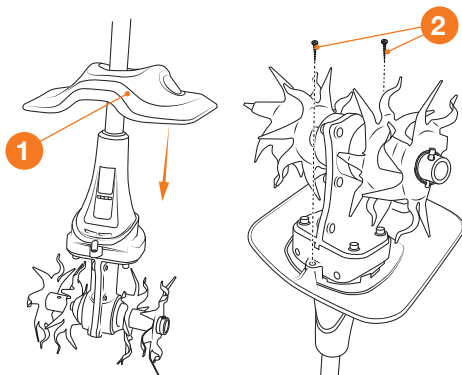

Рис. 3
- Установите защитный экран ① на нижней части культиватора.
- Закрепите защитный экран с помощью крепежных элементов ② (Рис. 3).